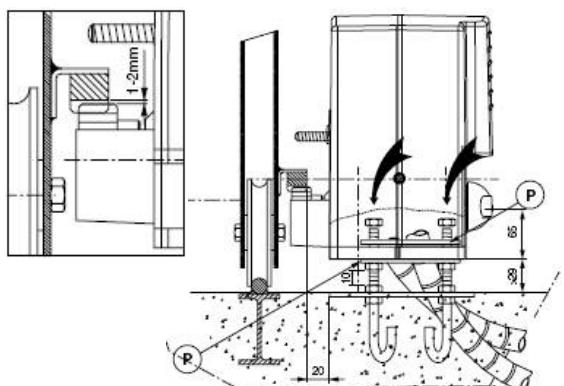
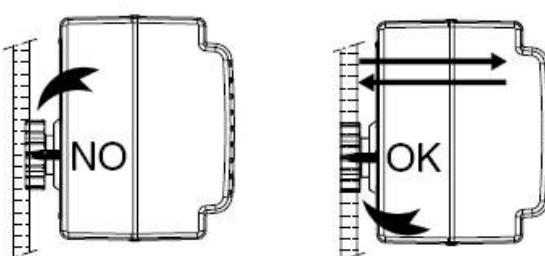

рис.7
рис.11
- Подождите, пока бетон затвердеет, затем закрепите редуктор на пластине с помощью приложенных гаек и винтов как указано на рис.7.
- Установите две верхних пластины Р (рис. 7) и закрутите четыре блокировочных гайки моторедуктора.
- Начало линейки расположите у зубчатого колеса Р и закрепите точечной сваркой или винтами на створке (рис. 11); сдвиньте створку вручную полностью по своей длине и проделайте такую же операцию в конце линейки; звездочка не должна выходить из зацепления с зубчатым колесом. Приварите линейки полностью.
- Если движение створки не прямолинейно, отцентруйте крепежи линейки по отношению к звездочке вставками (рис. 11).
Отрегулируйте высоту моторедуктора так, чтобы образовался зазор приблизительно 2 мм между звездочкой и линейкой (рис. 7). Для этого отвинтите приблизительно по 2 мм четырех гаек M10 под моторедуктором и, затем зафиксируйте 4 верхних гайки. Убедитесь в параллельности и центровке звездочки- линейка (рис. 11).